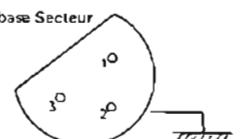

Fig 1 : BRANCHEMENT DES CONNECTEURS DE FACE ARRIERE
- une embase femelle 10-points de télécommande (fig. 1).
- un connecteur secteur (fig. 1).